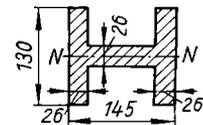

Bild 55
89. Ein Zahnrad hat den gegebenen Armquerschnitt (Bild 55). a) Das Trägheits- und Widerstandsmoment für die Nulllinie N ist zu berechnen.